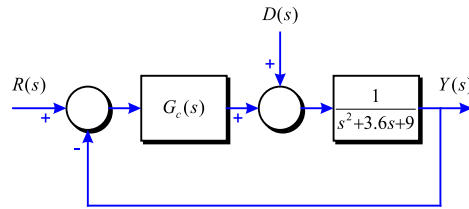

Figura 3-42
**Problema 100** Considereu el sistema de la Figura 3-42. Suposant que l'entrada de referència  $R(s)$  es manté constant :